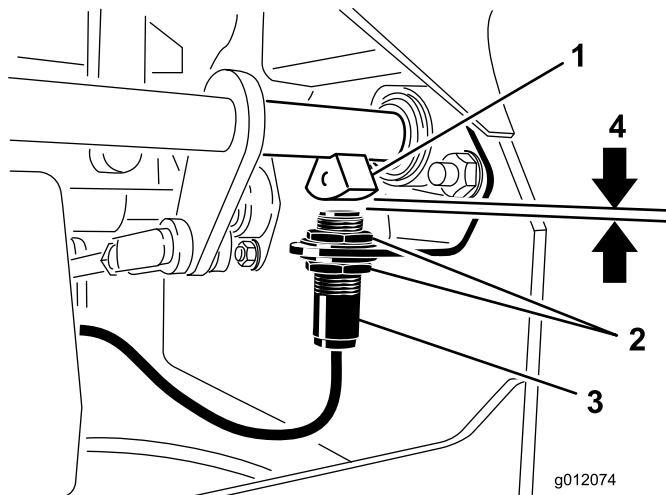

Figure 57
4. Montez ou descendez le contacteur sur le support jusqu'à ce qu'une distance de 3,9 mm sépare le capteur d'arbre de frein et le plongeur du contacteur (Figure 57).